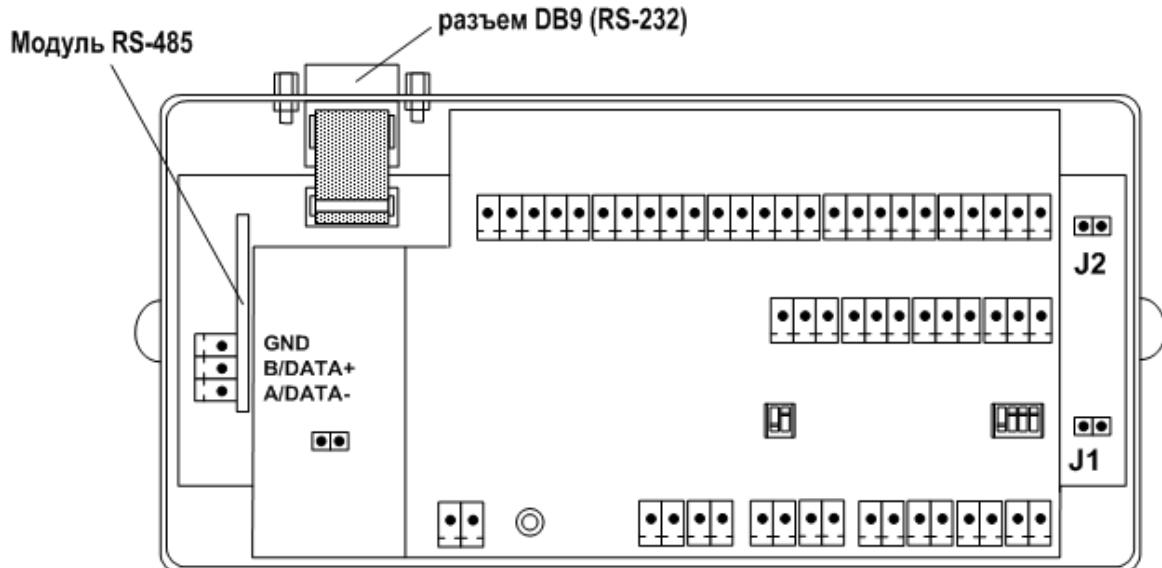

Рис.8. Размещение интерфейсных разъемов тепловычислителя.
6.3.1.1. Для связи с внешними устройствами в тепловычислитеle преду-смотрены последовательные интерфейсы RS-232, RS-485. Раз-мещение интерфейсных разъемов в отсеках ТВ показано на рис.8 (крышки отсеков условно не показаны).